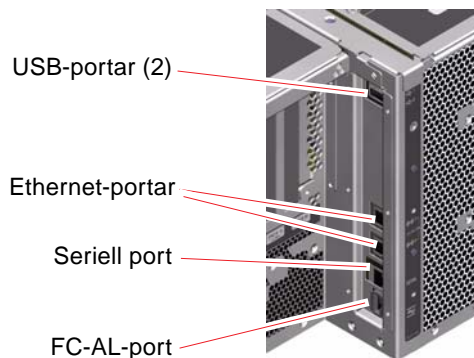

BILD 2-4 Portar på bakpanelen
- En systemkontrollkortplats (SC)
- Sex externa dataportar: USB, seriell, Ethernet och FC-AL (se BILD 2-4)